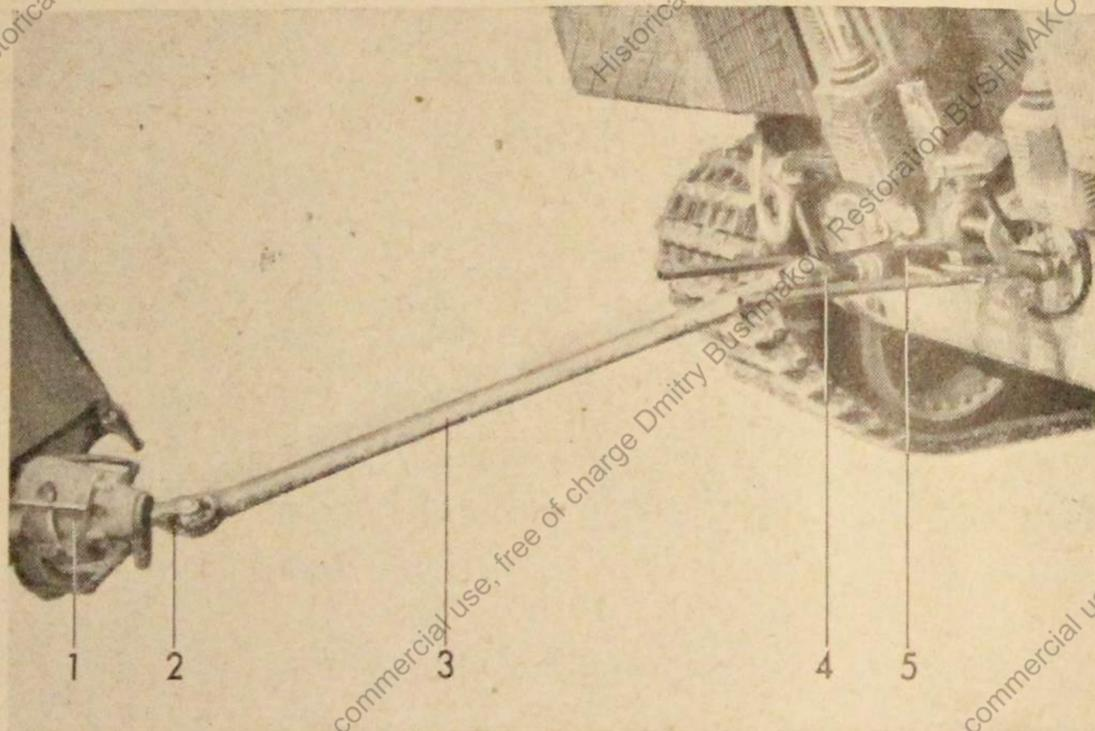

Bild 10 Anwerfgetriebe Typ 198 am Volkswagen und am Panzer Panther angeschlossen
b) Anwerfgetriebe Typ 198, Bild 10 u. 11.